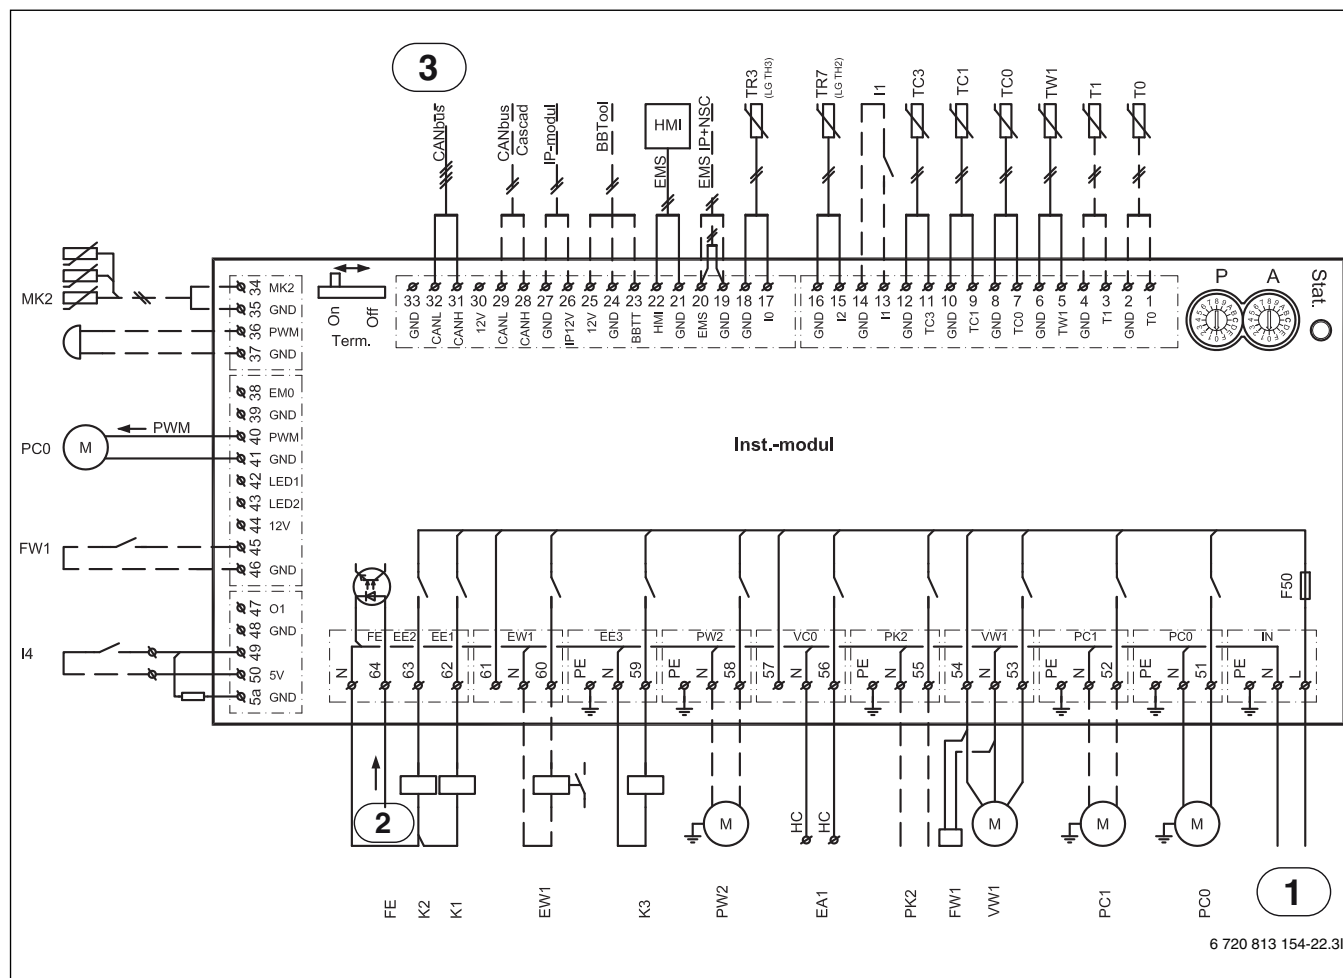

Fig. 31 Schema elettrico modulo di installazione
- [1] Tensione d'esercizio modulo di installazione ([1] fig. 31)
- [2] Uscita allarme resistenza elettrica ([2] fig. 31)